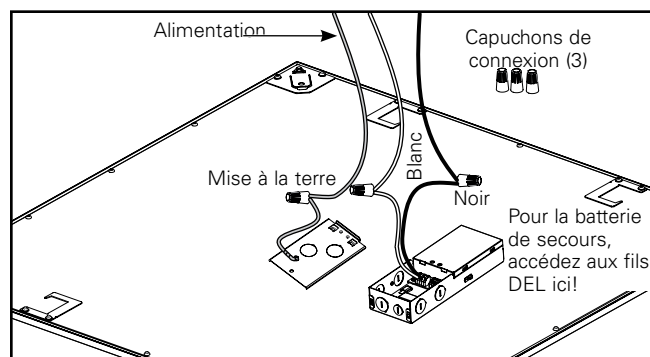

Figure 4.
7. Utilisez une entrée défonçable pour acheminer le câble d'alimentation. Utilisez les trois (3) capuchons de connexion fournis pour relier le fil de mise à la terre au fil de mise à la terre d'alimentation, le fil noir (ligne) au fil d'alimentation noir, et le fil blanc (neutre) au fil blanc de l'alimentation. (Figure 4.)
Note: Ce luminaire est compatible avec les systèmes de batterie de secours y compris les modèles EBPLED7W et EBPLED14W de Surelites. Si vous utilisez un système de batterie de secours, retirez le couvre-joint du pilote pour accéder aux fils de charge DEL et suivez les instructions de câblage de la batterie de secours (Figure 4). Assurez-vous de réinstaller le couvre-joint du pilote après avoir effectué le câblage.